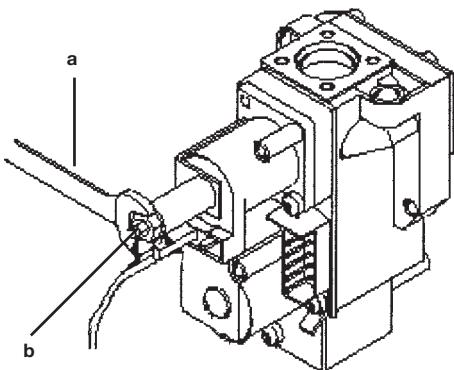

Rysunek 12
Sposób kalibrowania regulatora ciśnienia różni się nieco w zależności od typu używanego zaworu gazu (HONEYWELL lub SIT, patrz rysunek 12).
- podłączyć chwyt ciśnienia dodatni manometru różnicowego, najlepiej wodnego, do chwytu ciśnienia (Pb) zaworu gazu (rysunek 12). Podłączyć, tylko w modelach z zamkniętą komorą spalania, chwyt ujemny tego manometru do odpowiedniego trójnika, który umożliwia jednoczesne podłączenie chwytu wyrównawczego kotła, chwytu wyrównawczego zaworu gazu (Pc) i samego manometru. (Taki sam pomiar można przeprowadzić podłączając manometr do chwytu ciśnienia (Pb) oraz bez przedniego panelu zamkniętej komory spalania);
- sprawdzić, czy ciśnienie dynamiczne zasilania kotła, mierzone na chwycie ciśnienia (Pa) zaworu gazu (rysunek 12) jest prawidłowe (37 mbar dla propanu lub 20 mbar dla gazu ziemnego).